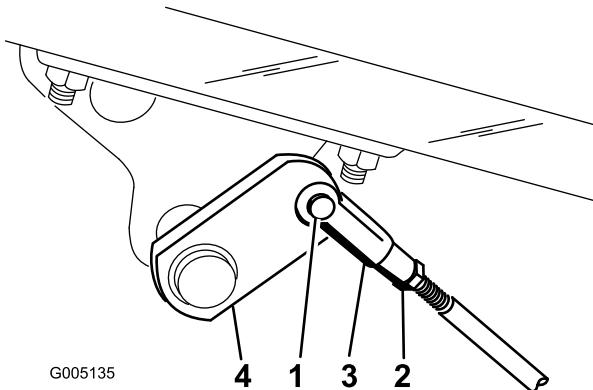

図 57
- ブレーキが片効きであれば、コッター・ピンとクレビス・ピンを外して、ブレーキロッドを外す(図57)。
- ジャムナットをゆるめ、クレビスを調整する(図57)。
- クレビスをシャフトに取り付ける(図57)。